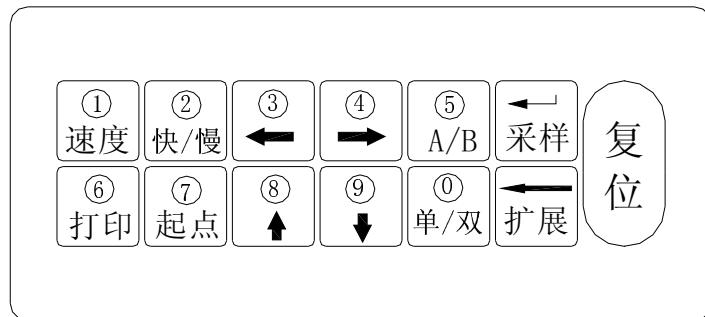

图 2.2 闪测仪键盘排列示意图
9、功能键键盘：本仪器使用 13 个轻触按键作为控制功能键，其中有 12 个是双功能键，键盘排列如图 2.2：